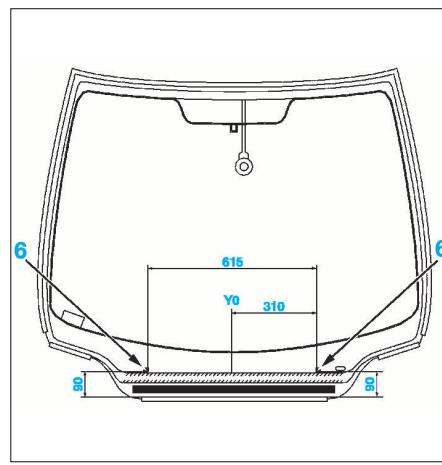

FIG. 77
- Mettre en place les 2 cales (6) (fournies avec le pare-brise) à 90 mm du profilé central inférieur et à 310 mm de l'axe de symétrie (Y0) du pare-brise (Fig.77).